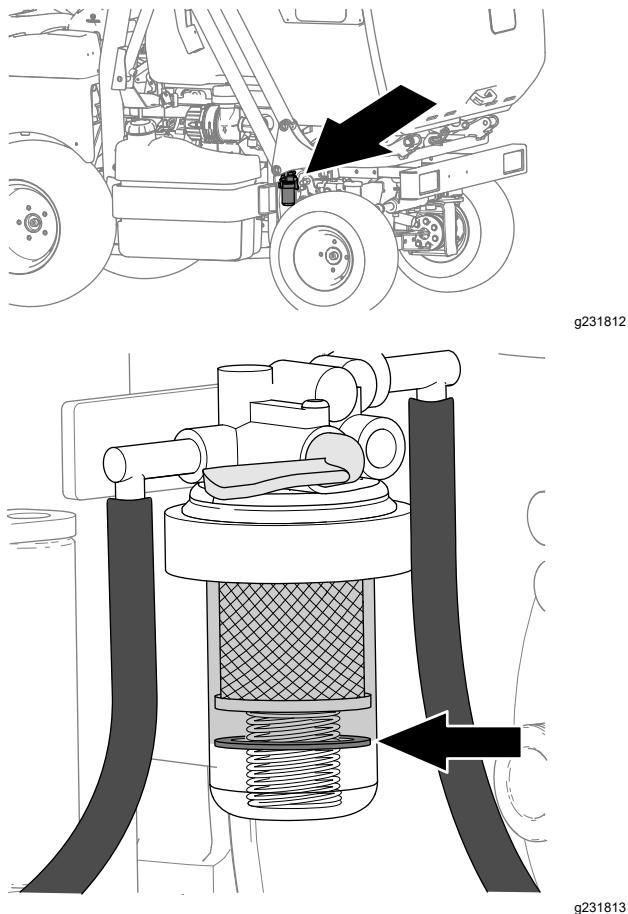

Figura 66
- Guardando l'indicatore dell'acqua nel pozzetto del filtro del carburante, potrete stabilire se il galleggiante viene sollevato dall'acqua nel pozzetto del filtro del carburante (Figura 66).